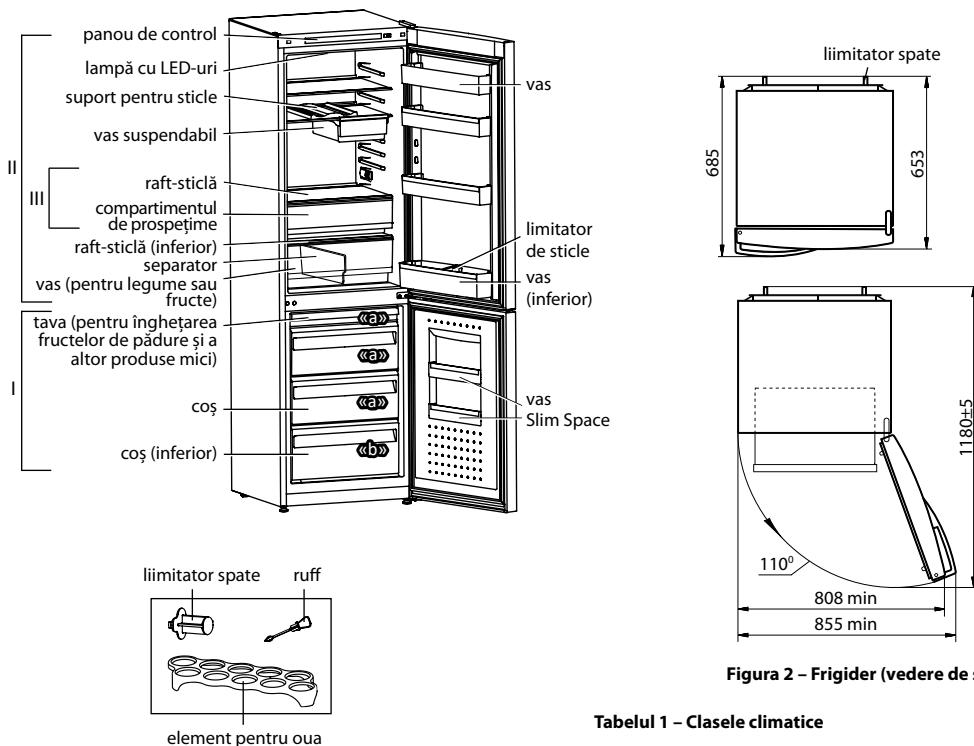

Figura 2 – Frigider (vedere de sus)
1.6 Spațiul total necesar pentru funcționarea frigiderului este determinat de dimensiunile indicate în figura 2 în milimetri. Construcția frigiderului asigură un unghi maxim de deschidere a ușii-110°. Pentru a evita defectarea, este interzisă aplicarea forței pentru deschiderea ușilor la un unghi de peste 110°.